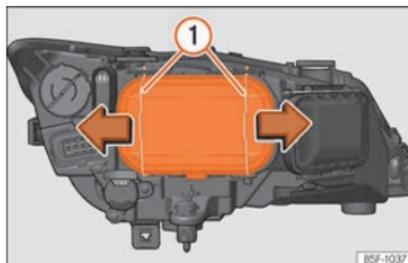

Abb. 106 Abblendlicht
– Verschieben Sie die Streben »» Abb. 106 ① in Pfeilrichtung und nehmen Sie den Deckel ab.